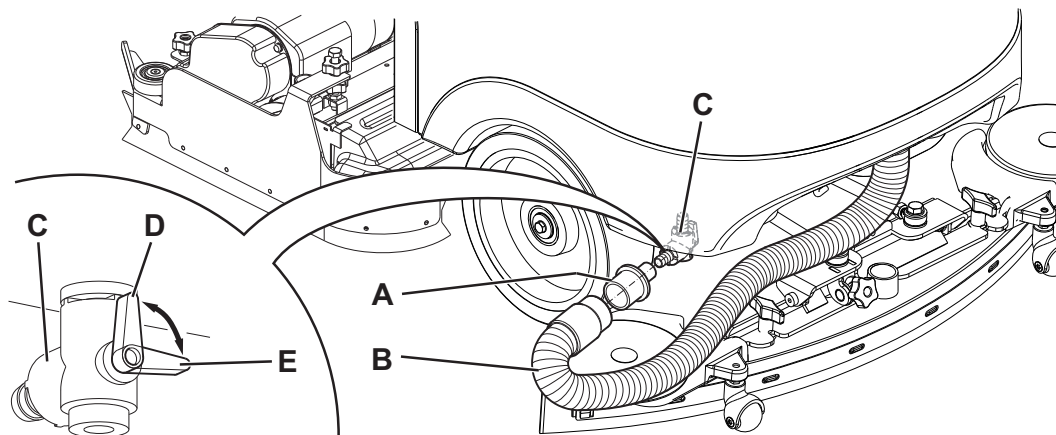

Abbildung 6
8. Adapter (45) aus seinem Sitz im Batteriefach nehmen.
9. Adapter (A, Abb. 6) auf das Ansaugrohr (B) der Sauglippe montieren und in das Ablassventil (C) schieben.
10. Zündschlüssel (58) in Stellung I drehen und mit Schalter (65) Ansauganlage einschalten.
11. Ablassventil (C) zur Entleerung des Tanks (22) öffnen.